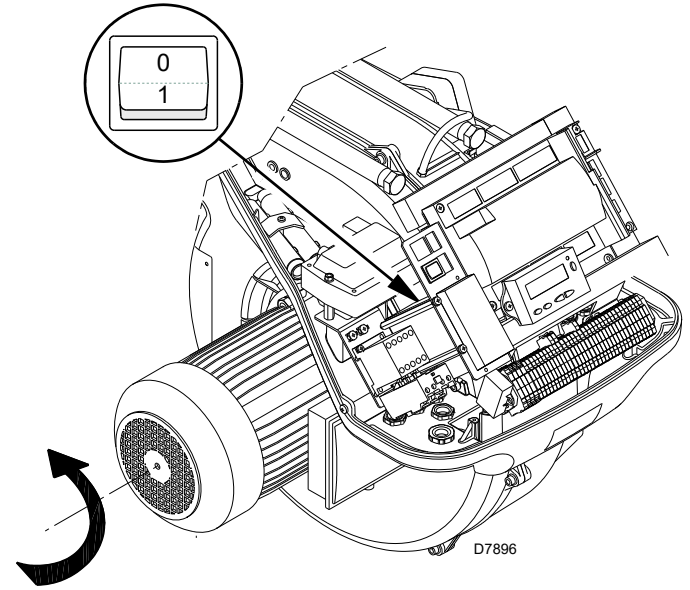

Abb. 30
Schließen Sie die Thermostate/Druckwächter und bringen Sie den Schalter in Abb. 30 in Position "1".
Stellen Sie sich, sobald der Brenner startet, vor dem Kühlgebläse des Gebläsemotors auf und prüfen Sie, ob sich dieses entgegen dem Uhrzeigersinn dreht. Siehe Abb. 30.
- Stellen Sie den Schalter von Abb. 30 in Position "0" und warten Sie ab, dass das Steuergerät die Abschaltphase ausführt;
Der Brenner befindet sich im Wartestatus bei Wärmeanfrage oder der Wahlschalter "0-1" (Abb. 30 auf Seite 32) steht auf Position "0".